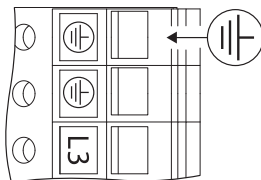

Fig. 26: Zusätzliche Erdung
- Aufgrund des erhöhten Ableitstroms bei Motoren ab 11 kW muss nach EN 61800-5-1:2008-04 zusätzlich eine verstärkte Erdung angeschlossen werden (siehe Fig. 26).